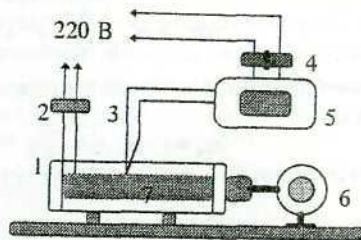

Рис. 8.
**Приладдя:** установка для вивчення теплового розширення металевих стрижнів (рис. 8), індикатор для вимірювання абсолютного видовження, термомпара, стрижні з різних металів.
**Опис установки.** Установка для дослідження теплового розширення металів зображена на рис. 8. Уздовж осі циліндра 1, у якому є нагрівальний елемент, знаходиться металевий стрижень 7 з досліджуваного матеріалу. Лівий кінець стрижня закріплений, а правий дотикається до штока індикатора зміни довжини 6 (ціна поділки індикатора становить 0,01 мм). Температуру стрижня підвищують нагрівальним елементом, який через вимикач 2 увімкнений до джерела живлення 220В, а вимірюють терморезистивним датчиком 3 і потенціометром 5, шкала якого проградуєвана в градусах Цельсія.